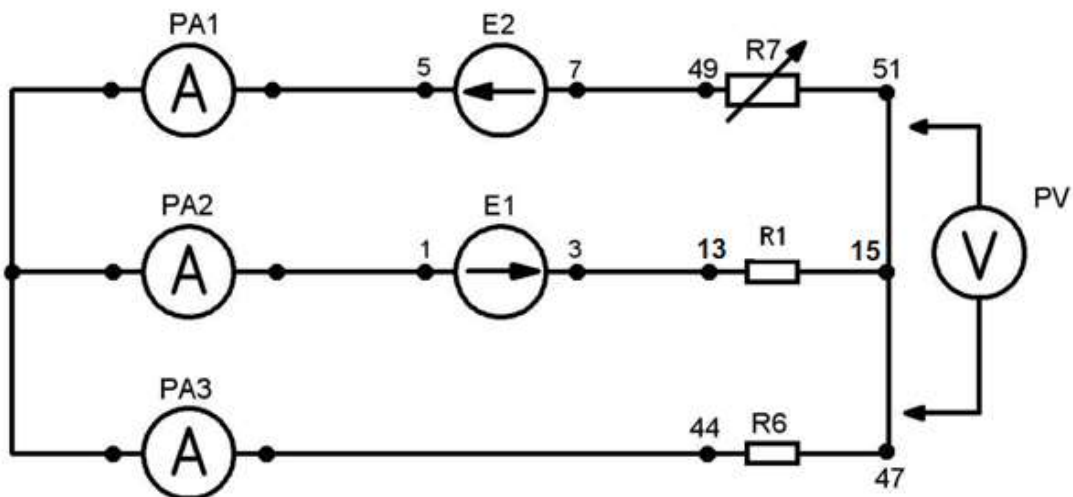

Рисунок 2
1. Начертить схему цепи рисунок 2.